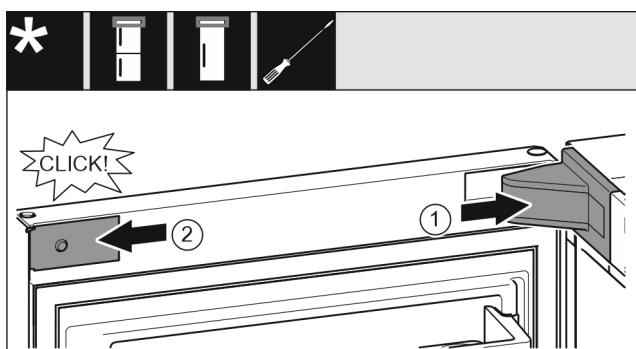

Fig. 27
- Τοποθετήστε και κουμπώστε το κάλυμμα του στηρίγματος Fig. 27 (1), ενδεχ. ξεκουμπώστε προσεκτικά.
- Εφαρμόστε στο πλάι το διακοσμητικό κάλυμμα Fig. 27 (2) και κουμπώστε το.